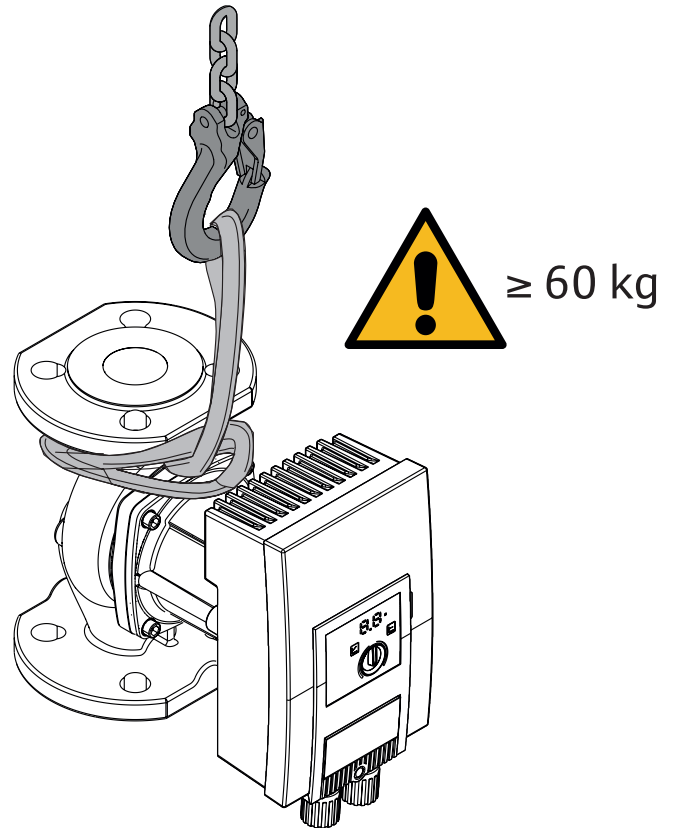

Fig. 3: Μεταφορά
- Τα επιτρεπόμενα σημεία ανάρτησης είναι μόνο στον κινητήρα ή στο κέλυφος της αντλίας → Fig. 3.